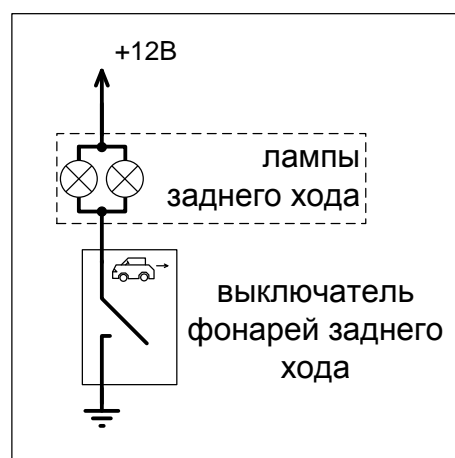

Рисунок 6 – Исполнение R-
- если лампы заднего хода постоянно подключены к цепи питания +12В, а выключатель фонарей заднего хода коммутирует их на «массу» автомобиля (иллюстрация рис.6), то необходимо выбрать исполнение **R-**.